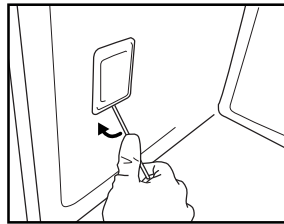

Fig. 7
3. Duw het beschermkapje met een platte schroevendraaier naar buiten en verwijder het (Fig. 7).